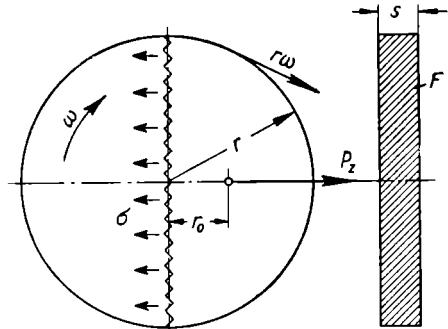

Bild 69
Lösung: Die Fliehkraft einer Scheibenhälfte (Bild 69) ist
94. Ein Schleifstein hat 180 mm Außendurchmesser, 350 mm Dicke und Dichte 2,4 kg/dm³. Zu berechnen ist a) seine Masse; b) die Fliehkraft des halben Steins, wenn er 90 U/min um eine waagerechte Drehachse ausführt (Bild 69 wie bei voriger Aufgabe); c) die durch die Fliehkraft und das Steingewicht erzeugte Zugspannung; d) die Drehzahl, bei welcher der Stein durch die Fliehkraft zerrissen würde, wenn seine Zugfestigkeit 50 kp/cm² beträgt.